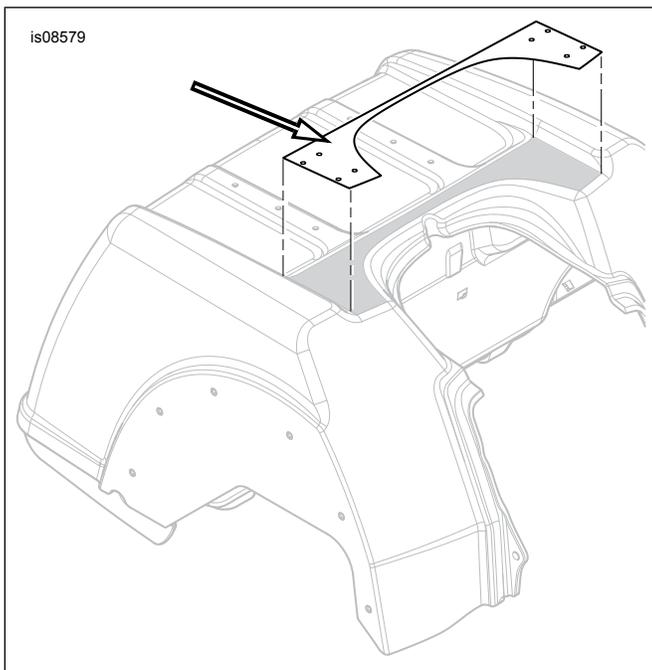
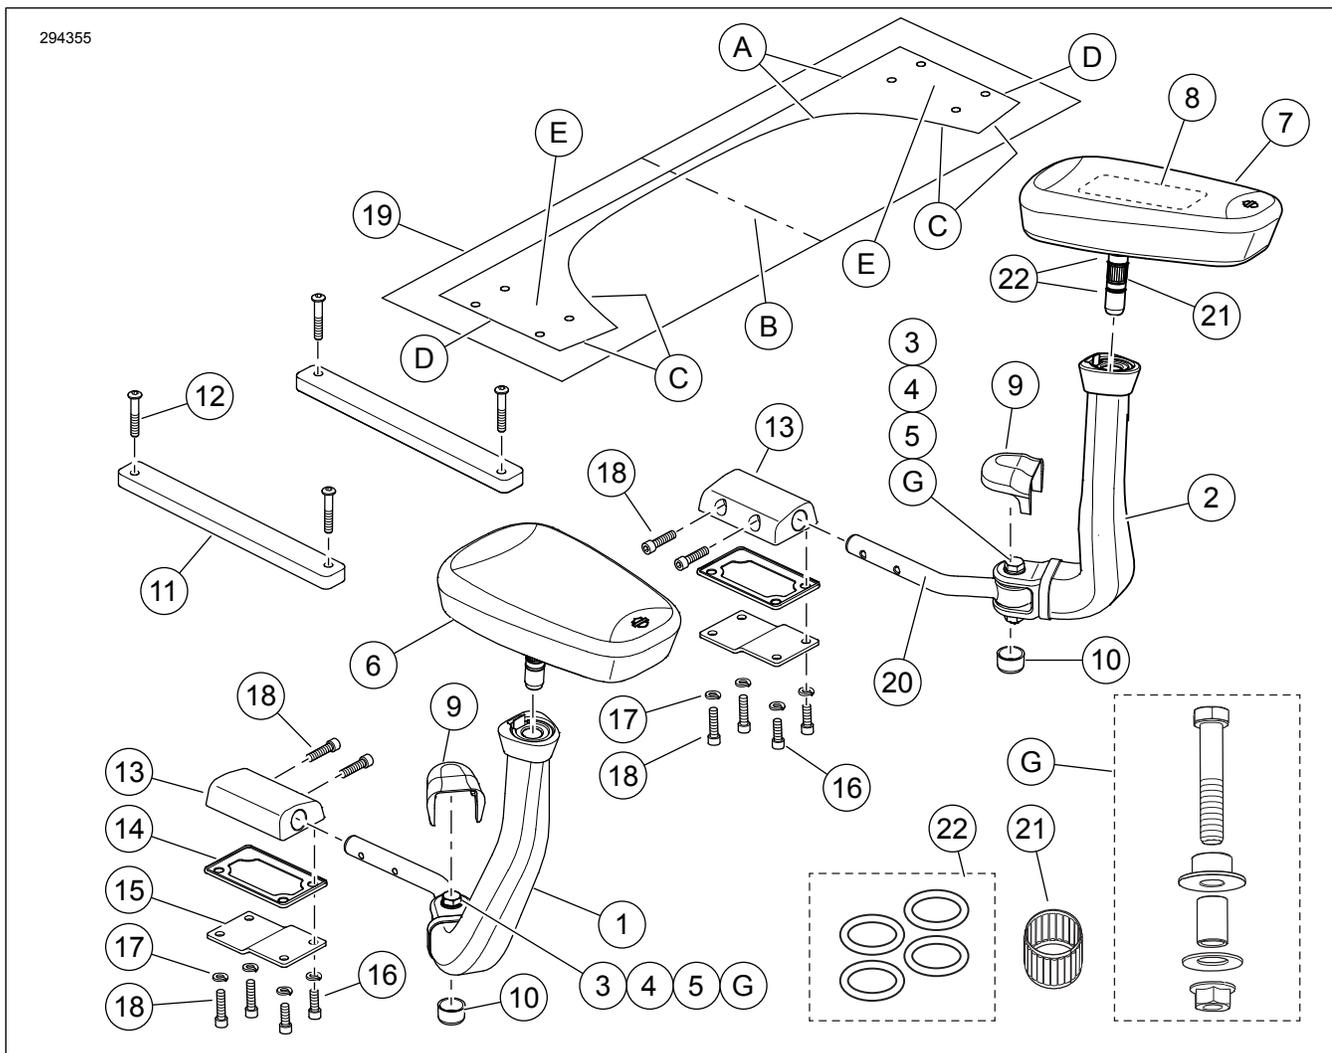

Figure 1. Gabarit de perçage du support d'accoudoir
Figure 3. Pièces de rechange, Kit d'accoudoir passager Trike
Voir la figure 3. et Voir le Tableau 1.
1. **TOUS les modèles** : Voir la figure 3. Prendre le gabarit de perçage du support d'accoudeur (19) du kit. Découper le gabarit le long du contour noir (A). Voir la figure 1. Placer le gabarit sur la partie avant supérieure de la carrosserie du véhicule, en l'alignant avec les contours de la carrosserie.
- a. Voir la figure 3. Aligner la ligne de foi du gabarit (B) avec le trou fileté de la vis de montage de la selle.
- b. Aligner les bords avant du gabarit (C) le long des courbes descendantes de la carrosserie.
- c. Aligner les côtés du gabarit (D) entre les courbes ascendantes de la carrosserie.
2. Voir la figure 3. Assembler un bloc de support d'accoudoir (13\*) et un coussinet (14). Placer l'ensemble sur la carrosserie du véhicule avec les deux trous latéraux orientés vers le centre du véhicule. Aligner les quatre trous de montage.
3. Prendre une plaque de support d'accoudoir (15), deux vis courtes (16), deux vis longues (18) et quatre rondelles-freins fendues (17) du kit. Glisser une rondelle-frein sur les filets de chaque vis.
- i. Voir la figure 3. Placer deux plaques d'adaptateur de support d'accoudoir (11) sur le support de montage Tour-Pak. Aligner les quatre trous.
- j. Prendre quatre vis à capuchon à tête bombée longues (12) du kit. Introduire les vis à travers la plaque de base, le fond du coffre Tour-Pak et les plaques d'adaptateur de support d'accoudoir. Visser les vis dans les écrous sur le dessous du support de montage Tour-Pak.